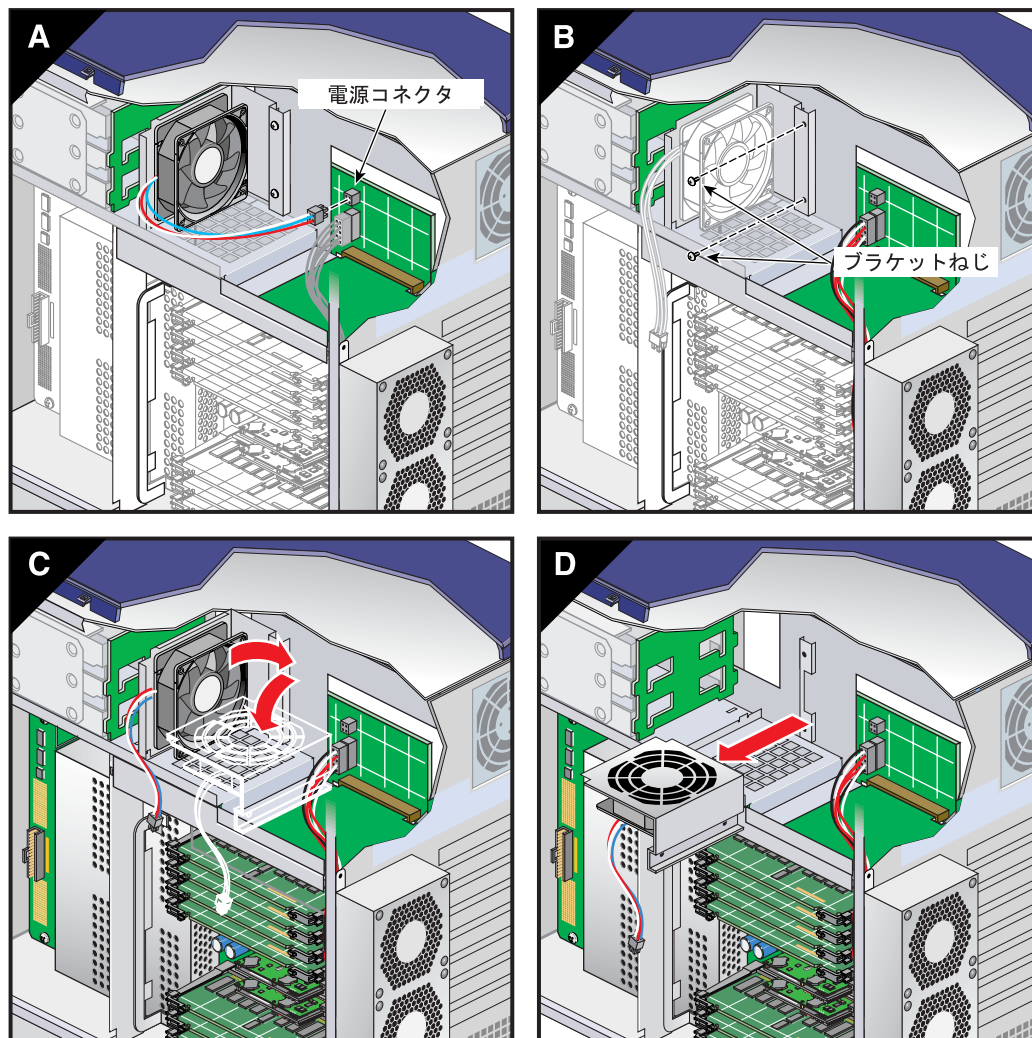

図 3-34 ハードディスク・ドライブ・ファンの取外し
1. インタフェース・ボードからディスク・ドライブ・ファンの電源ケーブルを外します。筐体にディスク・ドライブ・ファンを固定しているねじを外します (図 3-34 を参照)。
2. ファンを筐体からゆっくり取り外します (図 3-34 を参照)。